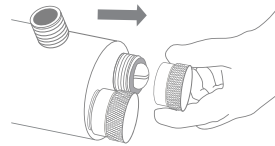
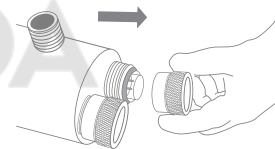

Рис. 7
Рис. 8
4. Открутите заглушку с одной стороны (рис. 7), а прижимную гайку с другой стороны камеры реактора (рис. 8), проверьте наличие и целостность установленных уплотнительных колец.